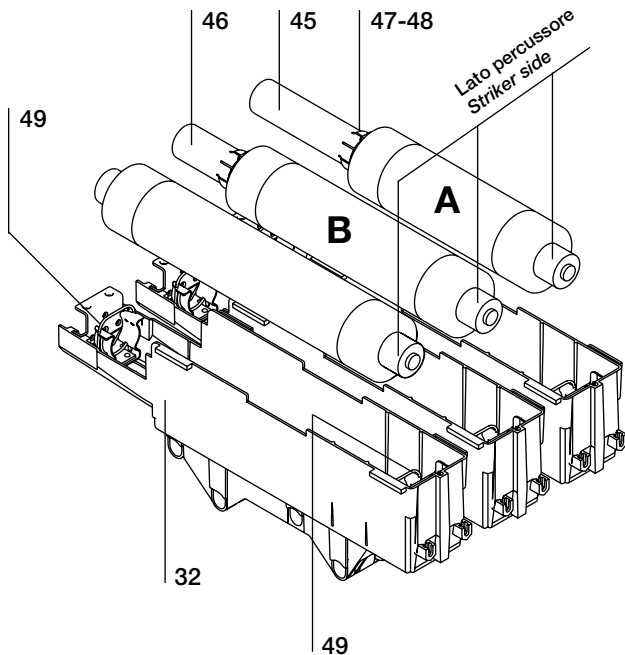

Fig. 15b
b) Montaggio dei fusibili (fig. 15b)
Aprire gli anelli di blocco (49) (fig. 15b) spostandoli nel verso indicato dalle frecce tramite l'attrezzo (50), ed estrarre il fusibile con l'apposito attrezzo (50).
b) Assembling the fuses (fig. 15b)
Open the locking rings (49) (fig. 15b), moving them in the direction shown by the arrows using tool (50) and remove the fuse using the special tool (50).